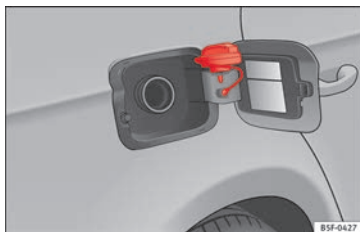

Fig. 58 Tapa del depósito con el tapón encajado.
- Colóquelo en el espacio que hay en la bisagra de la tapa abierta » **fig. 58**.